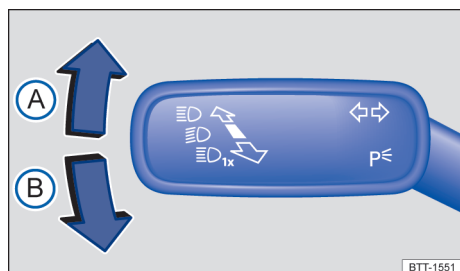

Fig. 81 Pe coloana de direcție stânga: Maneta de semnalizare și pentru faza lungă.
2. Aduceți maneta din poziția centrală în poziția dorită → fig. 81.